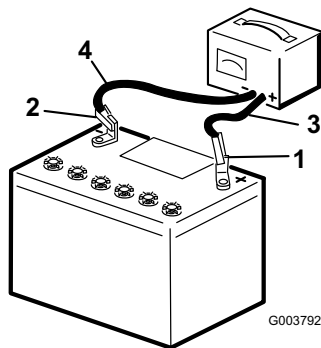

Figura 32
3. Cargue la batería durante 10 a 15 minutos a 25–30 amperios, o durante 30 minutos a 46 amperios (Figura 32). No sobrecargue la batería.
4. Cuando la batería esté completamente cargada, desconecte el cargador de la toma de electricidad, luego desconecte los cables del cargador de los bornes de la batería (Figura 32).